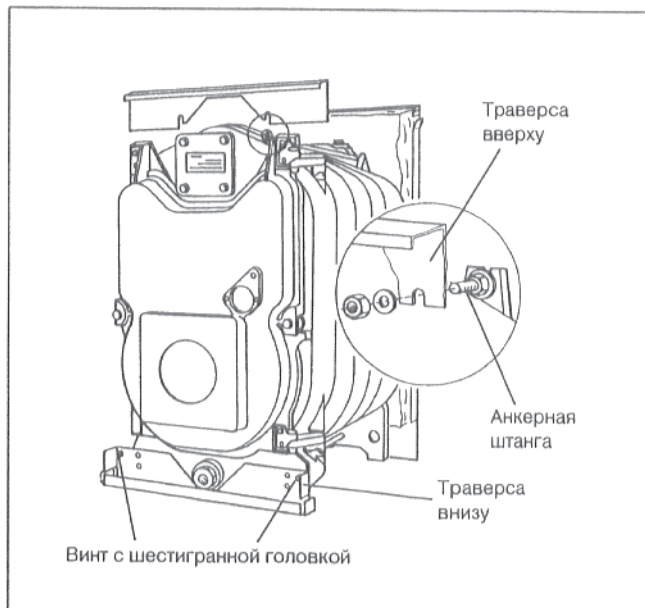

рис. 18
- Для крепления траверсы вверху снять с каждой верхней анкерной штанги первую гайку (рис. 18).
- Вставить продольное отверстие траверсы слева и справа в верхние анкерные штанги и затянуть гайки (рис. 18).
- Привинтить траверсу внизу слева и справа к передней секции, используя по одному винту с шестигранной головкой (рис. 18).